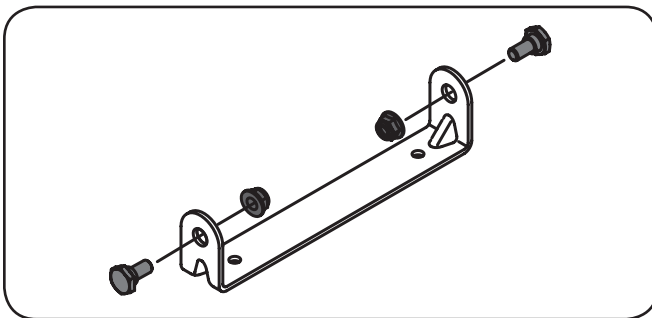

Figure 3-4
1. Retirez les boulons à épaulement et les écrous autobloquants du support de montage du siège, fournis avec votre ensemble de quincaillerie. Voir Figure 3-4.